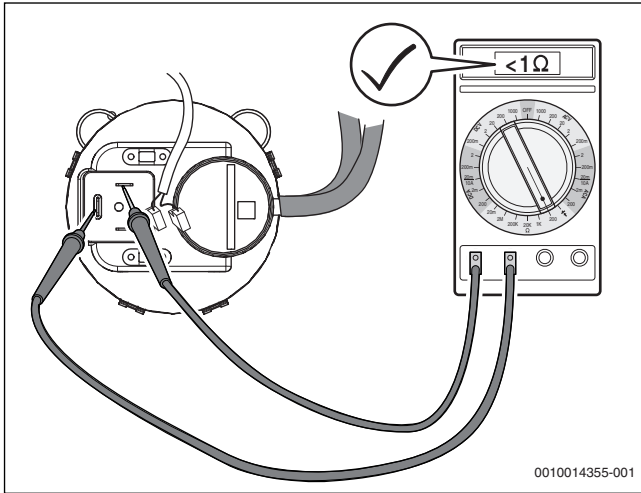

Рис. 67 Проверка проводимости дифференциального реле давления (реле в порядке)
- ▶ Отсоедините электрические провода на дифференциальном реле давления и измерьте сопротивление на контактах (→рис. 67).